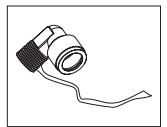

Bild. 5
- 5) Das Gewinde der Schnellkupplungen von Teflonresten befreien (Bild 5).